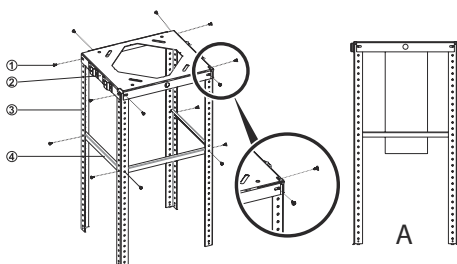

Fig. 11
1. ➤ Montér nu stængerne (3) på loffflancen (2) ved at skruе dem fast med 8 stk 3,5 x 9,5 skruer (1). Bemærk hakken i stængerne skal passe loffflancen (Fig. 11).
2. ➤ Stabiliseringsbeslaget skal monteres imellem stængerne (4) med 6 stk 3,5 x 9,5 skruer (1) (Fig. 11).
3. ➤ Tilslut nu aftrækskanalen til emhættens aftræk (Fig. 11/A).